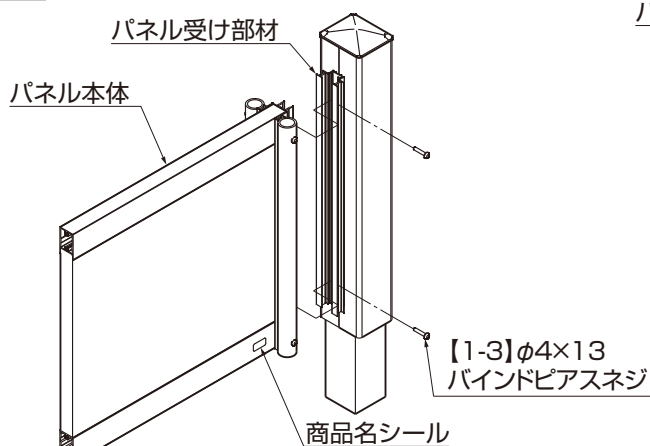

図4-1
- ① パネル本体をパネル受け部材に差込んで、パネル取付孔に【1-3】で固定してください。（図4-1,図4-2参照）